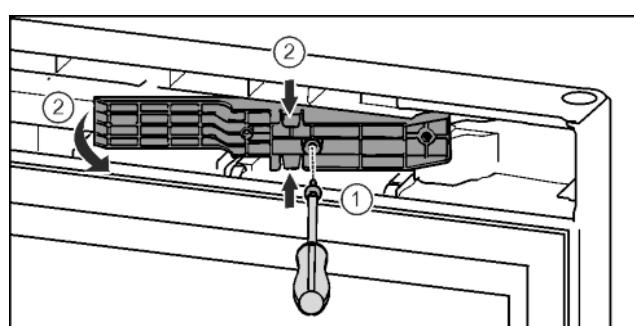

Fig. 16*
- Викрутіть гвинти за допомогою викрутки T15.* Fig. 16 (1)
- Витягнути деталь адаптера.* Fig. 16 (2)